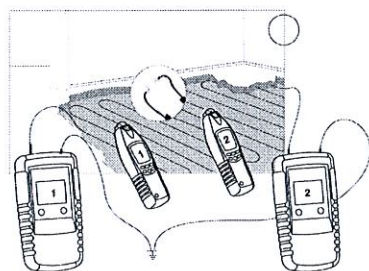

figure 8
- Toutes les lignes non requises doivent être reliées à la terre auxiliaire, conformément à la figure 8.